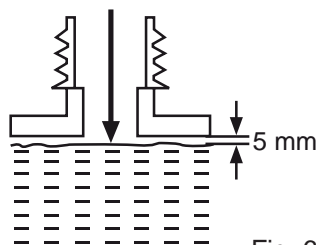

Fig. 6
- > Verser l'essence et l'huile bien mélangées dans le réservoir en utilisant un entonnoir à essence muni d'un filtre pour éviter de passer des débris dans le réservoir. Ne pas trop remplir. Laisser un espace d'au moins 5 mm entre la surface du carburant et le bord interne du réservoir [11] pour permettre l'expansion (Fig. 6).